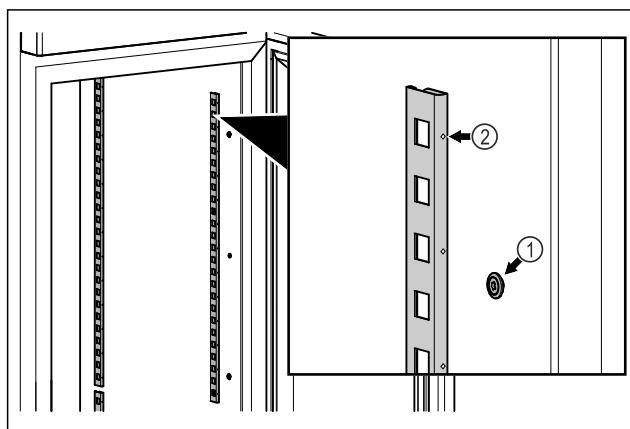

Fig. 85 Примерное изображение
- ▶ Навесьте фиксатор на крепление Fig. 85 (1). Отметка Fig. 85 (2) должна располагаться спереди.